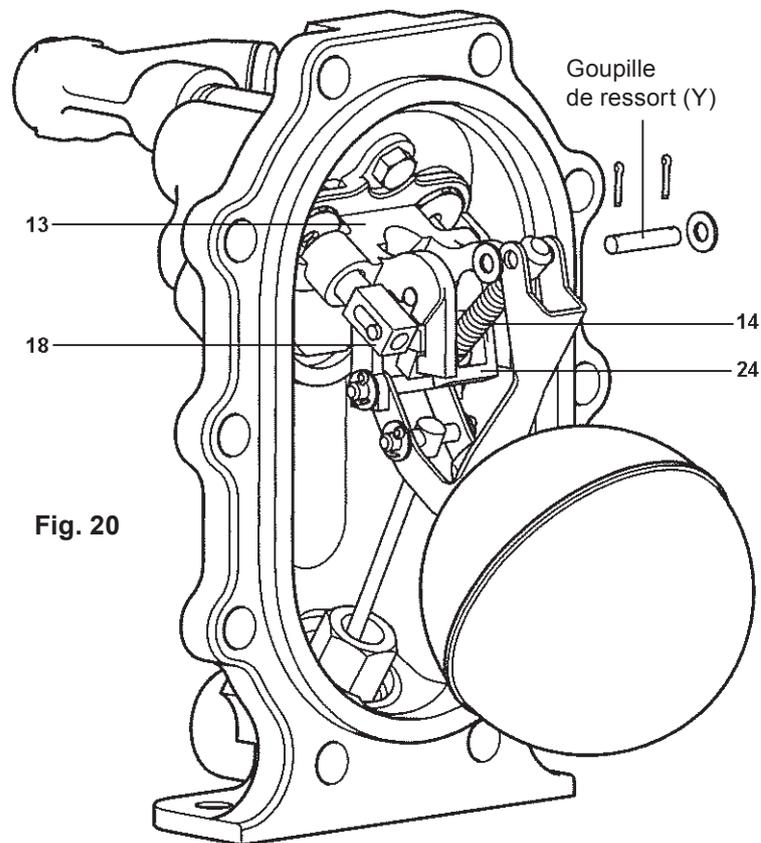
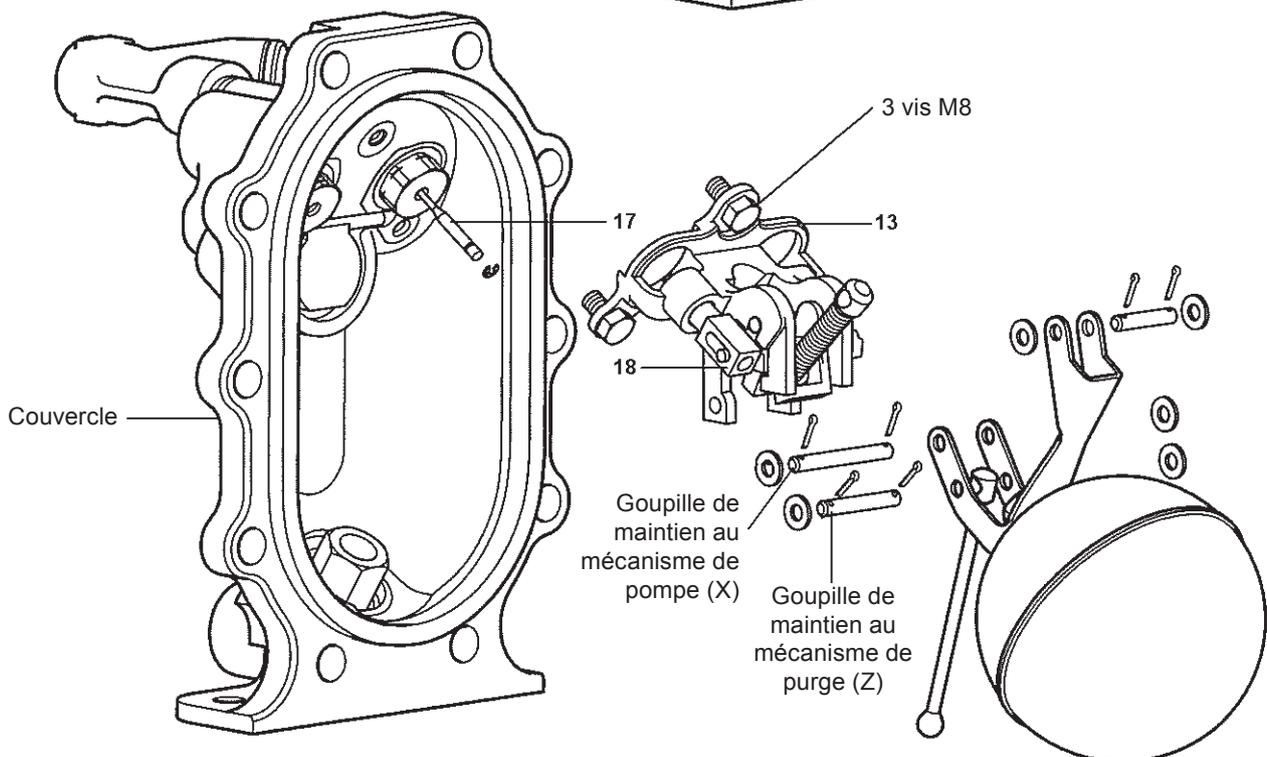

Fig. 20
Fig. 21
3. Retirer avec précaution la goupille fendue et la rondelle de la goupille de ressort (Y) (Fig. 20).
4. Retirer la goupille fendue et la rondelle du bout de la goupille de maintien du mécanisme de purge (Z).
6. Retirer la goupille fendue et la rondelle de la goupille de maintien du mécanisme de pompe (X).
7. Il n'est pas nécessaire d'enlever tous les crochets de la pompe (13) du couvercle, pour retirer la goupille de maintien du mécanisme de pompe (X). Elle peut être retirée en dévissant les 3 vis M8 et **retirer le circlip de la soupape d'admission** (17). Enlever la goupille de maintien du mécanisme de pompe (X).
10. Pour remonter les nouvelles goupilles, suivre l'ordre donné ci-dessous : (Fig. 21).
**Remettre en place les crochets de pompe (13) et serrer avec les 3 vis M8 en utilisant une clé plate de 13 mm avec un couple de serrage de  $18 \pm 2$  N m. Remonter le circlip à la soupape d'admission.**